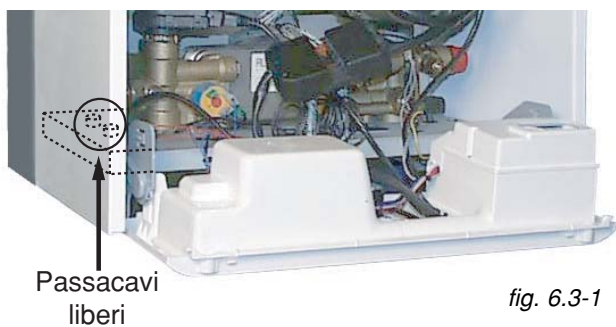

fig. 6.3-1
- far passare i fili del termostato attraverso uno dei passacavi liberi posti sulla sinistra del fondo del telaio della caldaia (fig. 6.3-1)